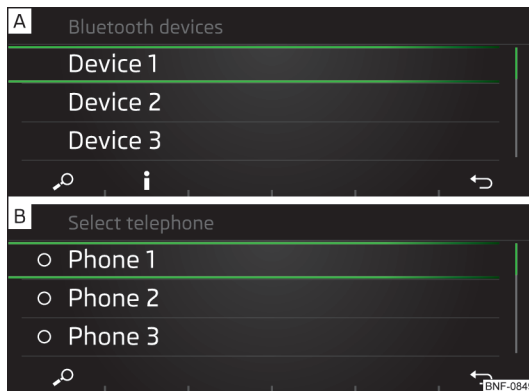

Рис. 107
- Оберіть потрібний телефон у списку знайдених зовнішніх пристроїв Bluetooth® » Рис. 107 - A.
- Щоб відобразити інформацію про створення з'єднання із зовнішнім пристроєм Bluetooth®, натисніть функціональну кнопку **i** » Рис. 107 - A.
- Оберіть потрібний телефон » **Рис. 107** - **[B]** або зовнішній пристрій Bluetooth® » **Рис. 115** на стор. 96 - **[A]** у відображеному списку.